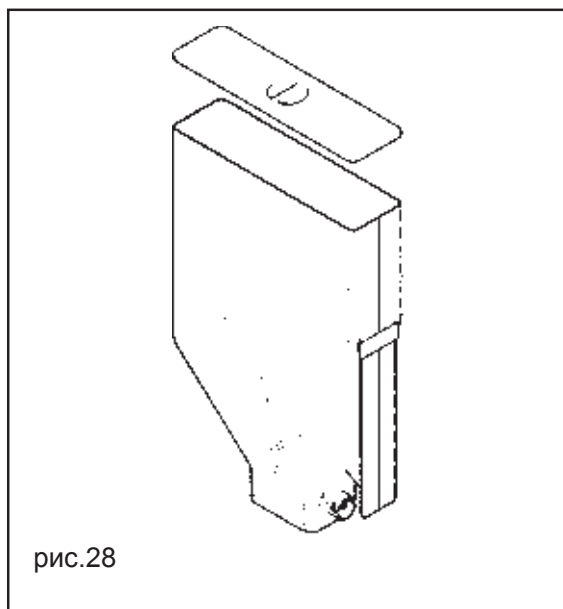

рис.28
- снимите крышку с контейнера и носик (рис. 28). Опустите их в приготовленный раствор.